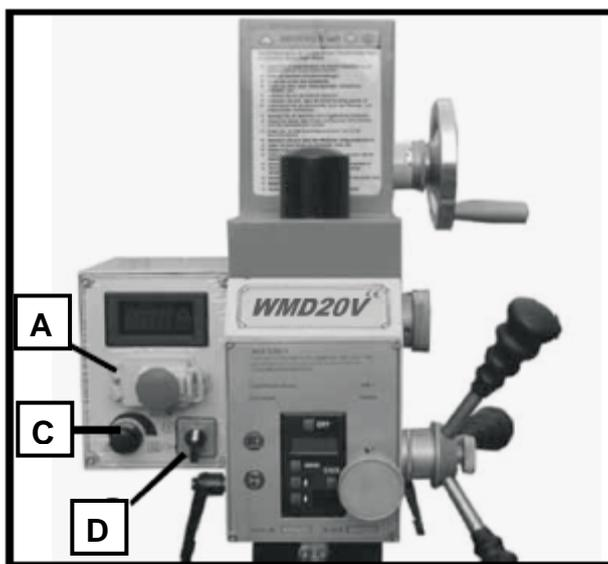

Рисунок 10.
8.2.1. Аварийный останов (Рисунок 10, А).
Поворотом регулятора (Рисунок 10, С) по часовой стрелке происходит увеличение скорости вращения шпинделя, при повороте против часовой стрелки – уменьшение скорости вращения шпинделя. При остановке станка она должна быть в нулевом положении. Запускать станок также разрешается только при ручке контроля скорости в нулевом положении.
Изменение положения этого выключателя приводит к изменению направления вращения двигателя. F – прямое, R – обратное (Рисунок 10, D).